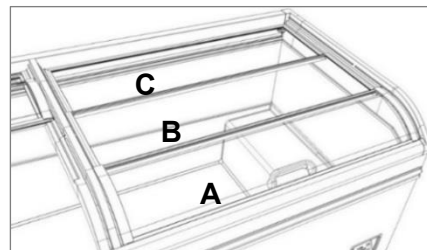
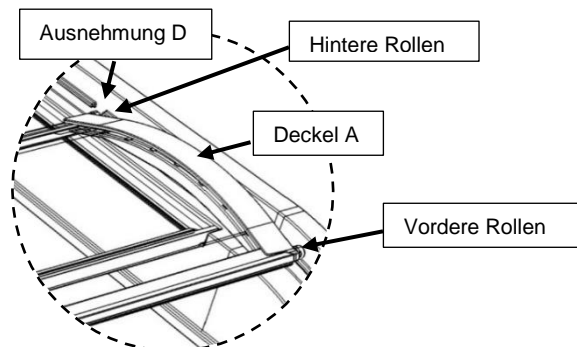

Abb.7: Pushback–Glasdeckel (3-teilig)
Abb.8: Auszug Pushback–Glasdeckel
1. Vorderen Deckel A (siehe →Abb.7) mit Griff bis zur Ausnehmung D (siehe → Abb.8) nach hinten schieben.
3. Falls vorhanden mittleren Deckel B (siehe →Abb.7) herausheben.
4. Hinteren Deckel C (siehe →Abb.7) herausheben.
1. Hintern Deckel C (siehe → Abb.7) einlegen
2. Mittleren Deckel B (siehe → Abb.7) einlegen und ca. 5 cm über die Ausnehmung D (siehe → Abb.8) nach vorne schieben.
3. Deckel A mit hinteren Rollen bei Ausnehmung D (siehe → Abb.7/8) einlegen.